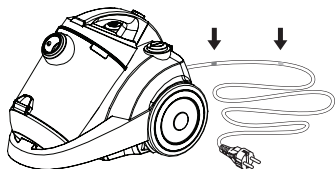

Figure 4
5. Le cordon porte une marque jaune et une rouge; voir la figure 4. Déroulez le cordon jusqu'à la marque jaune.